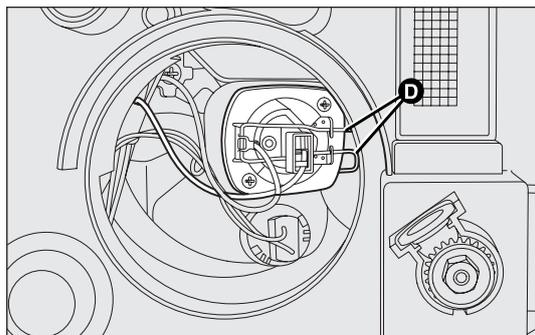

fig. 154
- sganciare le mollette fermalampada D-fig. 154;